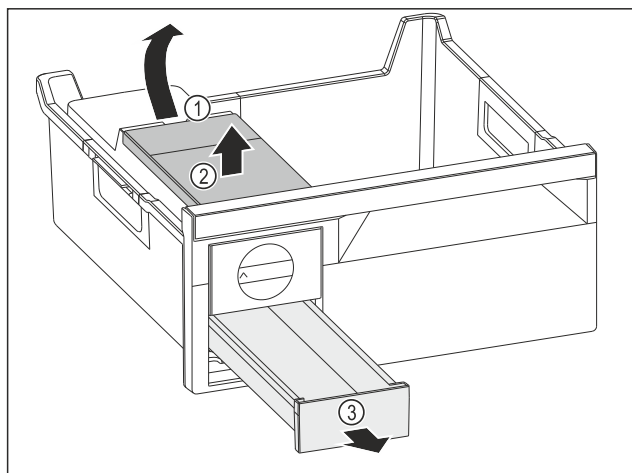

Fig. 173
- Wassertank entnehmen: Wassertank an der Aussparung Fig. 173 (1) anheben.
- Wassertank Fig. 173 (2) nach oben entnehmen.
- Eiswürfelschubfach Fig. 173 (3) nach vorne entnehmen.